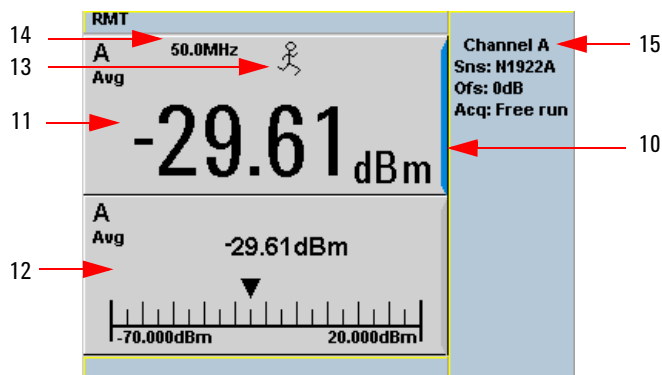

図 1-2 シングル数値／アナログ表示
- 10 図 1-2 に、2 つの測定ウィンドウのデフォルト表示モードを示します。上側の測定ウィンドウには、ウィンドウの右側に、選択されていることを示す青い強調表示があります。